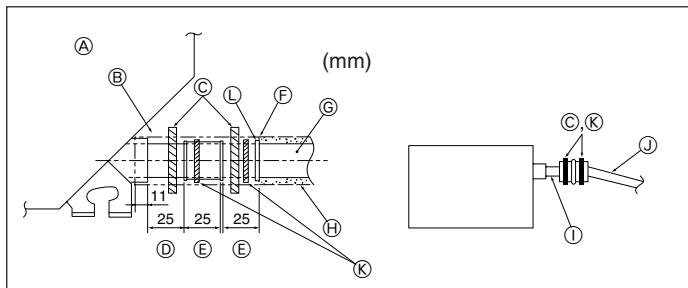

Fig. 6-2
- Tilslut drænmuffen (følger med enheden) til drænporten. (Fig. 6-2)